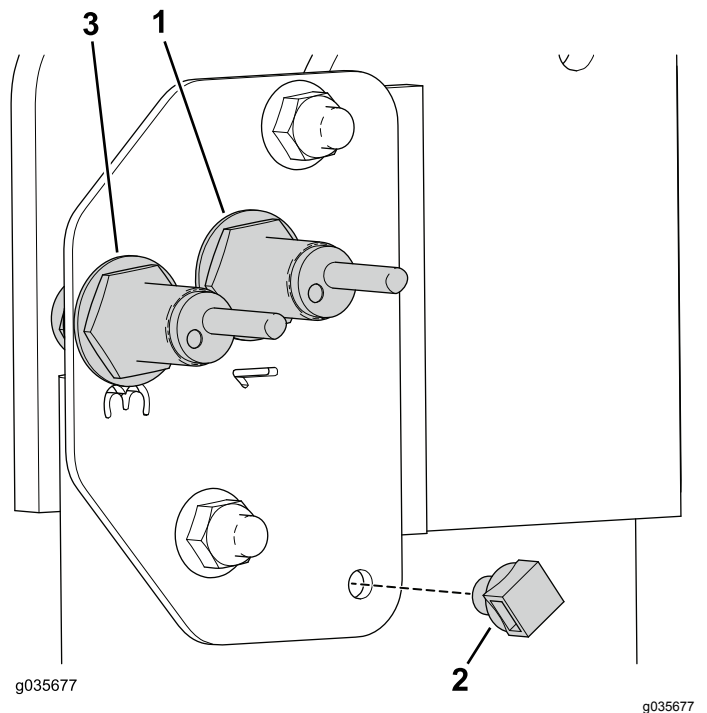
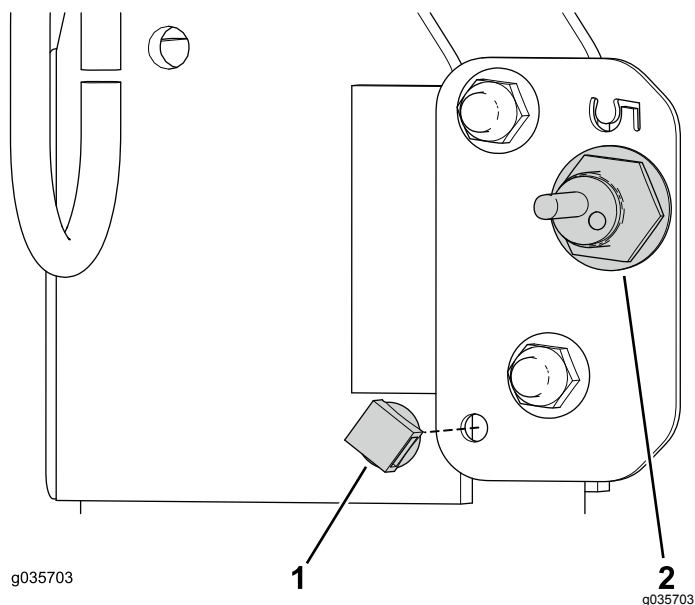

Figura 23
Figura 24
5. Conecte el arnés de cables al sensor de proximidad adecuado (Figura 23 y Figura 24).
6. Conecte los clips de las bridas en las placas de sensor izquierda y derecha (Figura 23 y Figura 24).
7. Inserte las bridas a través del clip y alrededor de los conectores del arnés de cables para fijarlo a la placa del sensor (Figura 23 y Figura 24).